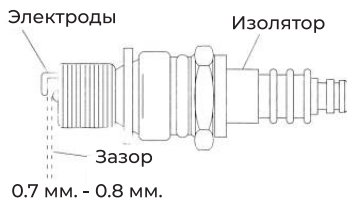

Рис. 33
3. Проверьте межэлектродный зазор пластинчатым щупом и при необходимости отрегулируйте зазор 0.7 - 0.8 мм (рис. 33).